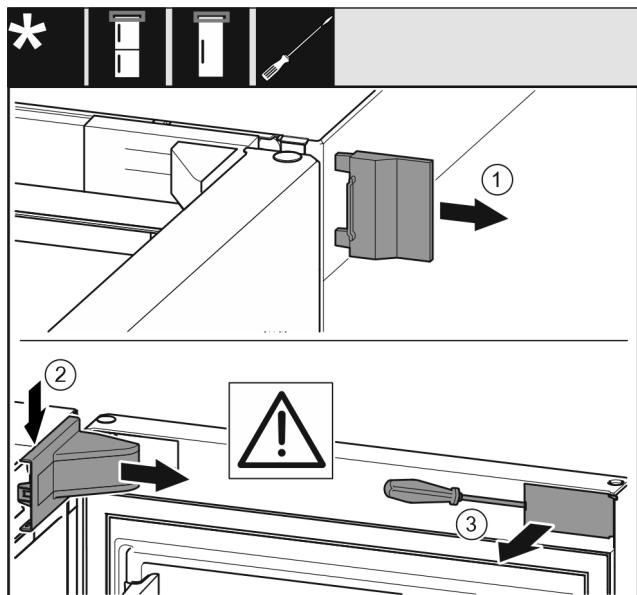

Fig. 9
► Снимите внешнюю крышку. Fig. 9 (1)
► Освободите и отсоедините крышку опорного кронштейна. Снимите крышку опорного кронштейна. Fig. 9 (2)
► При помощи шлицевой отвертки освободите накладку и отведите в сторону. Fig. 9 (3)